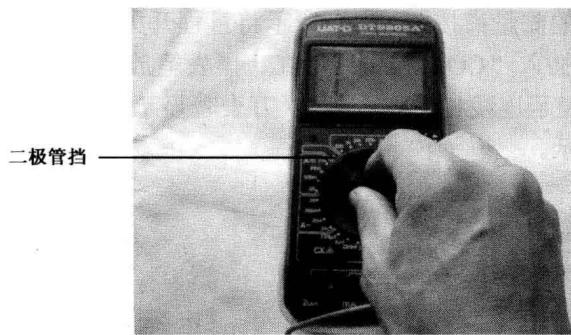
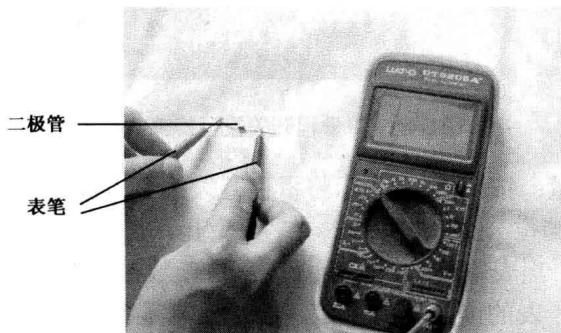

图1-46 将量程开关拨至二极管挡
图1-47 二极管测量
(7) 二极管测量：按图 1-46 所示将量程开关拨至二极管挡（万用表二极管挡与蜂鸣器挡为同一个挡位），红表笔插入“V/Ω”孔，黑表笔插入“COM”孔。将红表笔接二极管正极，黑表笔接二极管负极，测量读数在 500 左右；若把红表笔接负极，黑表笔接正极，表的读数应为“1”。若正反测量都不符合要求，则说明二极管已损坏，如图 1-47 所示。